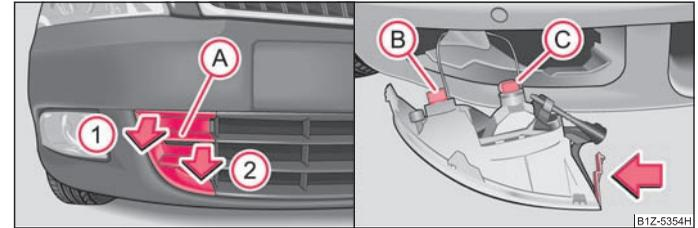

Fig. 194 Pare-chocs avant: Grille de protection / Dépose du phare antibrouillard
Fiche (B) - Ampoule pour éclairage diurne* ⇒ fig. 194. Fiche (C) - Ampoule pour phares antibrouillard.
- Insérez les doigts dans l'ouverture (A) ⇒ fig. 194.
- En tirant dans le sens de la flèche (1), défaites le cache d'abord dans la partie supérieure sur le côté du phare antibrouillard.
- Ensuite, défaites le cache également de l'autre côté dans le sens de la flèche (2) et enlevez-le.
- Passez la main dans l'ouverture où se trouvait le cache et appuyez sur la trappe à ressort ⇒ fig. 194 droite.